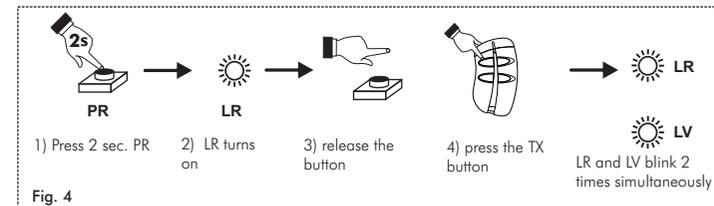

Fig. 4
1) Memorización del primer botón de transmisor (Fig.4).